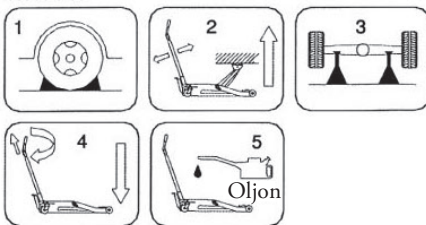

Bild. 1
- Se till att ingen sitter i fordonet som ska lyftas. Stäng av motorn och lägg i bromsen. Se också till att fordonet inte riskerar att halka av lyftsadeln. Använd stoppklossar enligt bild 1. Stig aldrig in i fordonet när det är upplyft, vare sig det står på domkraften eller på pallblock. Domkraften är endast ett lyftverktyg och får aldrig användas för att flytta fordonet.